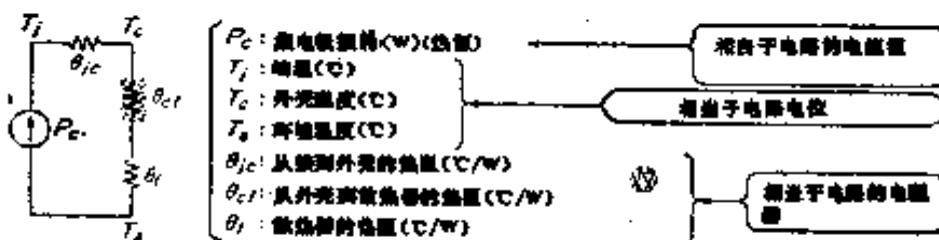

图1-9 晶体管上安装散热器
晶体管内部所产生的热量将按照外壳→绝缘片→散热器→空气的顺序散失掉。虽然也有部分热量是通过外壳直接向空气散失，但这与经过散热器散失的热量相比是极少的。如果忽略这部分散失的热量，则其热等效回路如图1-9所示。即可将热等效回路的热源代换为电流源，温度代换为电位，热阻代换为电阻器，其计算方法可以与电路的情况完全相同。
① 求从Tr3的连接部到空气之间的热阻θta：如果设最高环境温度Ta(max)为55℃，则由图1-9，得到：